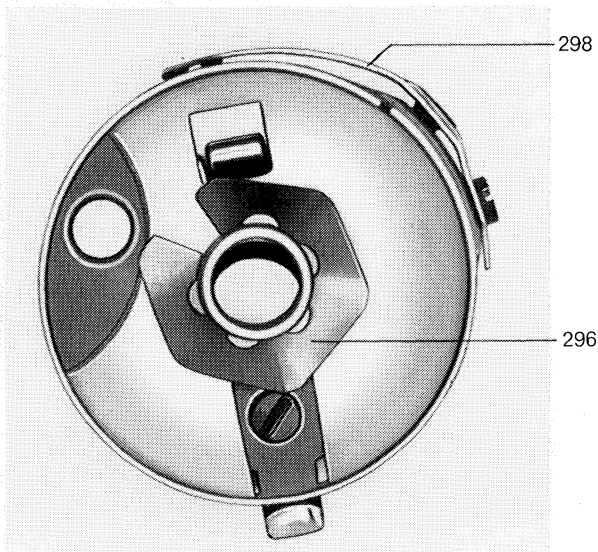

Abb. 47
- Es ist grundsätzlich ein Spulengehäuseoberteil mit der Bremsscheibe 296 (Abb. 47) zu verwenden. Die Bremsscheibe verhindert bei ruckartigem Abziehen des Unterfadens ein Nachlaufen der Spule. Ihre Bremswirkung auf die Spule muß jedoch beim Einstellen der Unterfadenspannung berücksichtigt werden, d.h., das Regulieren der Spannungsfeder 298 muß sehr feinfühlig vorgenommen werden, damit die Unterfadenspannung nicht zu fest wird.